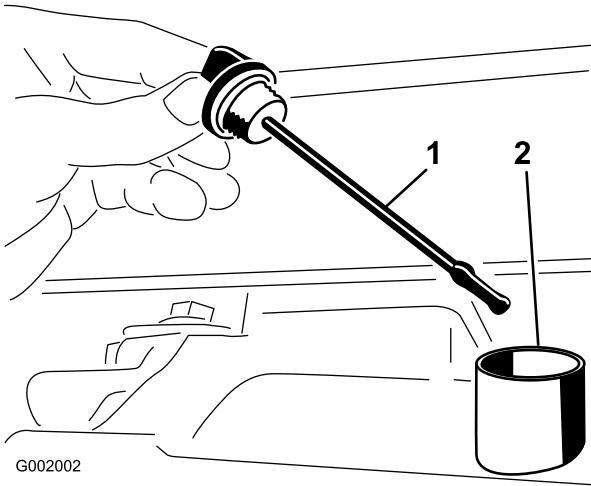

Figura 66
2. Togliete l'asta di livello dal transaxle ed asciugatela con un panno pulito (Figura 66).